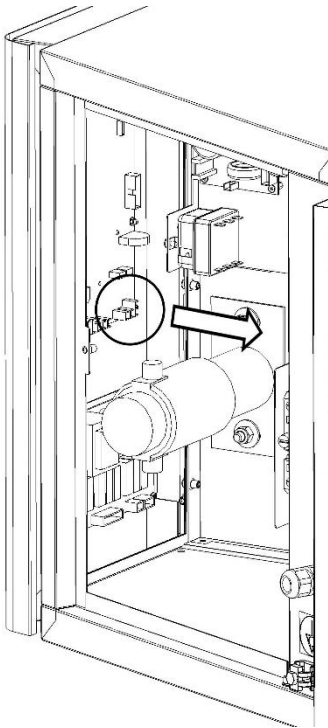

Fig.10A
3. Débrancher les connexions électriques de la carte base (Fig.10A).